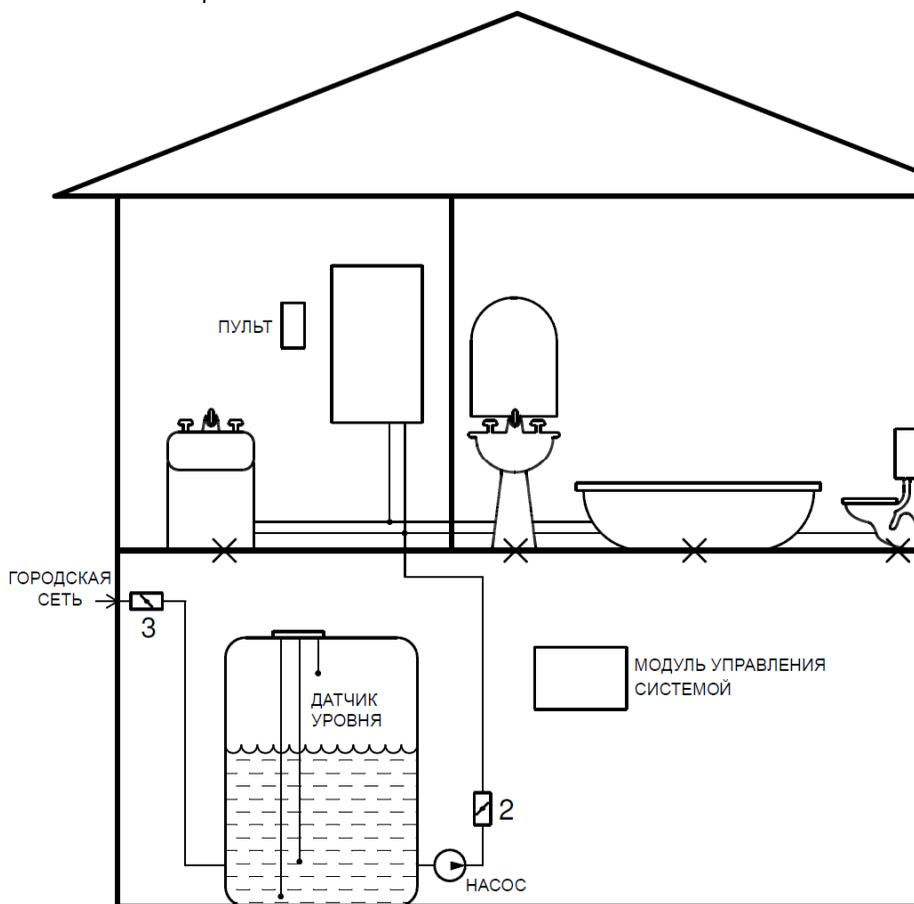

Рисунок 12. Вариант подключения системы 2.
Краны (1, 2, 3) устанавливаются как показано на рис. 12, датчики протечки (X) устанавливаются на полу в местах возможного скопления воды при авариях и протечках (в санузлах, на кухне, под раковинами, унитазами и т. п.), датчик уровня устанавливается внутри резервного бака.